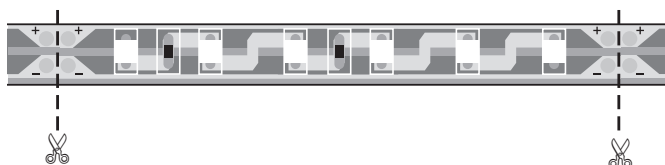

Bild 1
2. LED-Platine, falls erforderlich, kürzen (Bild 1).
LED-Platinen können jeweils nach **sechs** LEDs (50 mm) getrennt werden (Bild 1).